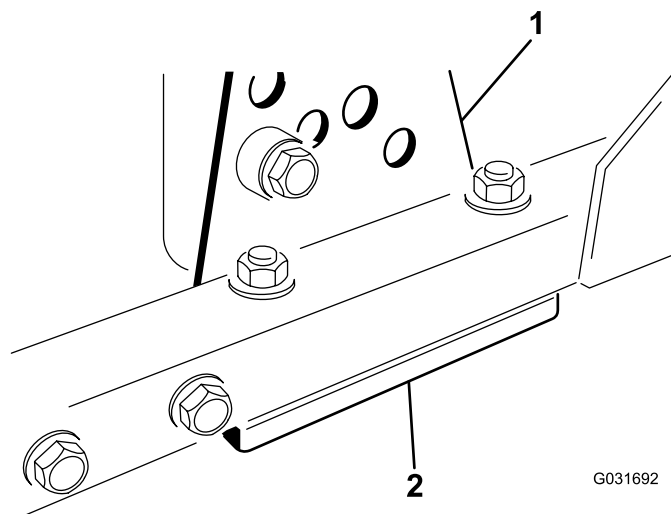

Figure 100
1. Retirez le support de hauteur de coupe (avant, gauche ou droit) du bâti du tablier de coupe (Figure 100).
2. Placez des cales de 1,5 mm (0,06 po) et/ou une cale de 0,7 mm (0,03 po) entre le bâti et le support du tablier pour obtenir la hauteur de coupe voulue (Figure 100).